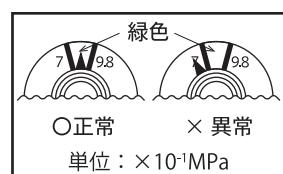

図7
- 指示圧力計の指針が緑色の範囲内（0.7～0.98MPa）に入っている（図7）
- 指示圧力計の指針が緑色の範囲内(0.7 ~ 0.98MPa)に入っている(前ページ・図7)**